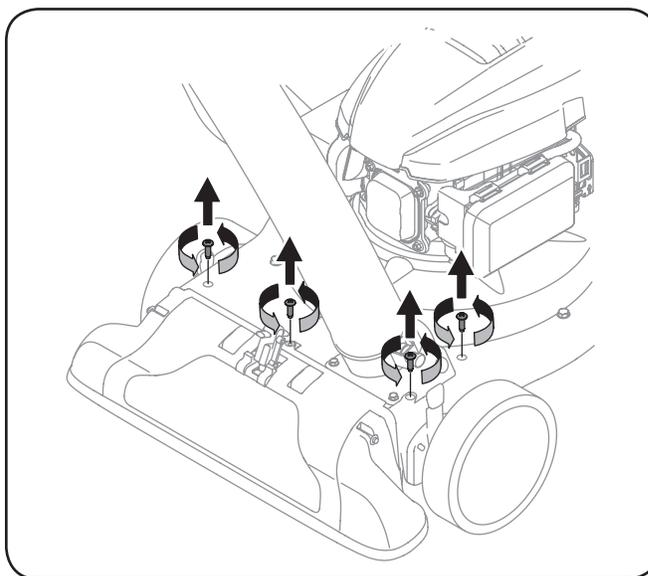

Figure 7-3
6. Enlevez les quatre vis qui retiennent le couvercle de la buse au boîtier supérieur. Voir Figure 7-3.